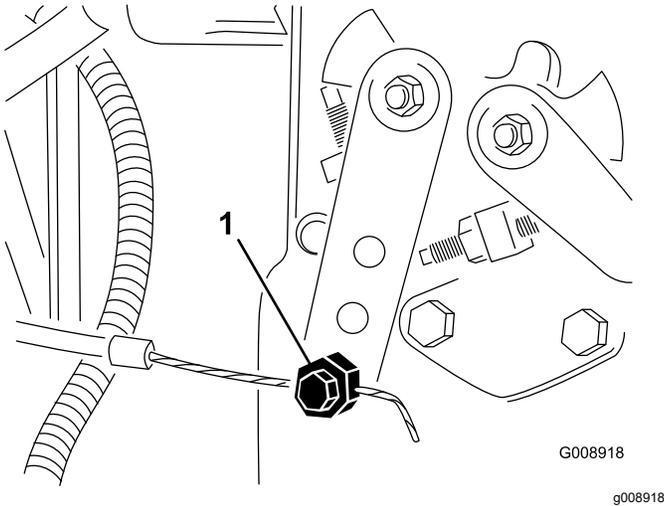

Figura 87
- Desaperte o dispositivo de ligação do cabo do acelerador na alavanca da bomba de injeção (Figura 87).